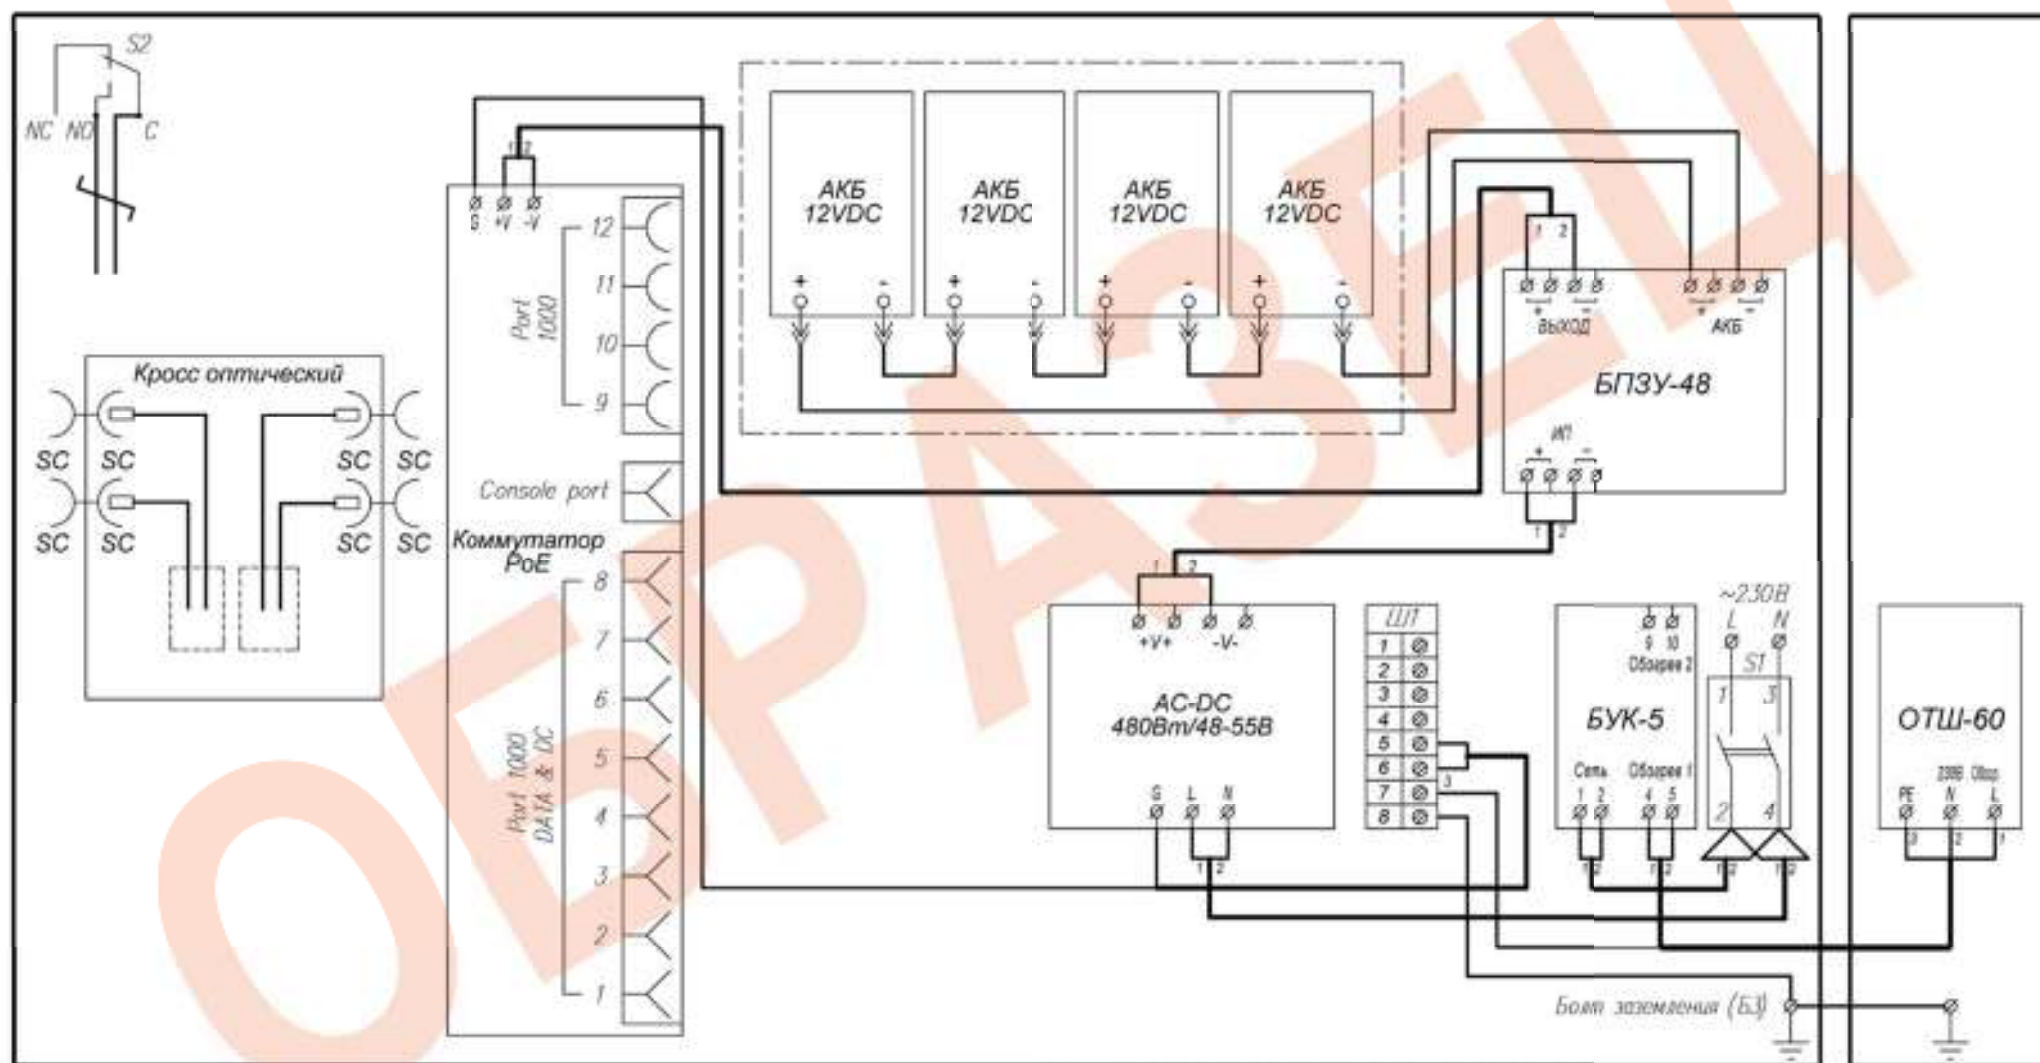

Рис.1 Схема электрическая принципиальная
- Заземлить изделие при помощи болта заземления (БЗ) (рис.1).
- Подключить АКБ к БПЗУ-48 согласно схеме (рис.1).
- Подключить кабель питания к входу автомата питания S1 (сечение подключаемых проводов до 25 мм²), при этом фазный провод (L) соединить с контактом 1, нулевой провод (N) с контактом 3.